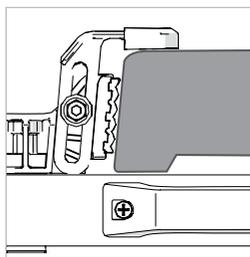

Fig. 19
Si votre scie NE dispose PAS d'une bordure parallèle qui avance sous la pince, alors il vous faut IMPÉRATIVEMENT installer la pince secondaire afin de sécuriser la base depuis le dessus. **(Fig. 19)**
- Placez la scie à tronçonner sur la table avec le bord de la base pour droitiers (D) de la machine posé contre les deux pinces fixes.
- Si nécessaire, ajustez les pinces secondaires afin que la scie soit encore mieux fixée. **(Fig.19)** Fixez ces dernières en place en utilisant la clé hexagonale fournie.